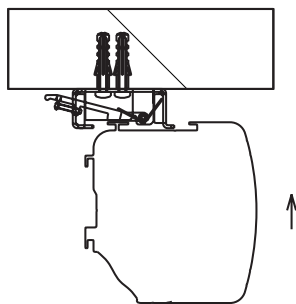

Abbildung 6
2. Heben Sie nun das Leinwandgehäuse an und führen es vorsichtig in die Montagebügel ein. Achten Sie darauf, dass die Gehäuseprofile in die Haken der Montagebügel greifen. Schieben Sie das Gehäuse nun langsam weiter, bis die Leinwand mit einem Klickgeräusch hörbar einrastet. (siehe **Abb.6**)